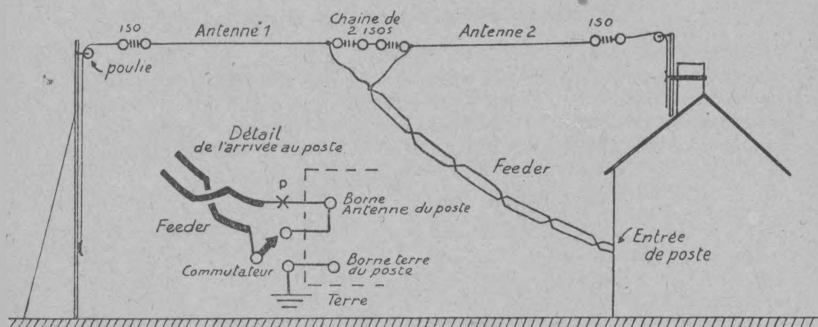

Fig. 35. — Antenne doublet pour O. C. transformable en antenne normale P. O. et G. O.
e) Le doublet n'a toute son efficacité qu'en ondes courtes (fig. 35).
Dans ce cas, on établira une antenne en doublet (fig. 35), avec deux bras de 5 mètres, séparés par une chaîne d'isolateurs d'environ 50 centimètres de long. La descente se fera par deux fils isolés, légèrement torsadés, ou mieux transposés. Ils seront branchés aux bornes antenne et terre du poste comme l'indique le détail de la figure 35. On voit que le commutateur dans la position de la figure donne une antenne courante, ou plutôt deux antennes courantes en parallèle, recevant très bien les ondes moyennes et longues. Dans l'autre position, on a une dipole pour O. C., avec descente équilibrée à l'abri des parasites. Et, ce qui ne gêne rien, tout est très simple. Rien n'empêche de mettre un parafoudre avec lampe au néon au point P, ou encore de mettre un commutateur double qui connectera les deux brins de descente à la terre, en cas d'orage.